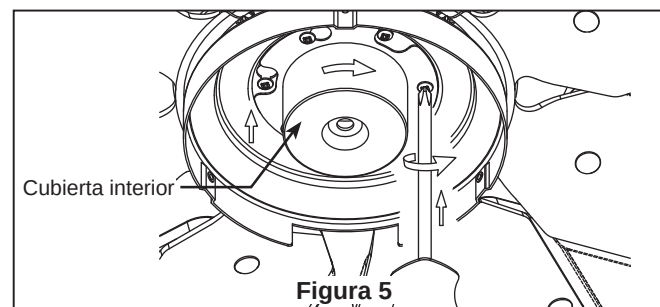

Figura 5
- ☐ 5. Fije la cubierta interior en el borde de soporte usando los tres tornillos restantes y fíjelos por completo. (Figura 5)